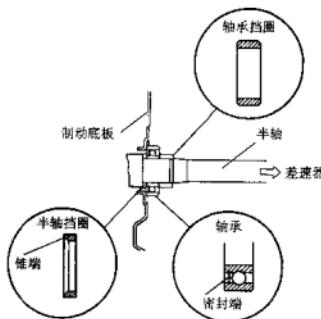

图 13-31
(1) 用金属清洗剂将半轴、半轴轴承以及轴承挡圈等零部件清洗干净，去除油污、异物等。如有毛刺、硬物等可用砂纸或铁刷子将其擦干净。
(2) 将后制动器底板、半轴轴承挡圈、半轴轴承和半轴挡圈依次压装入半轴，见图 13-31。